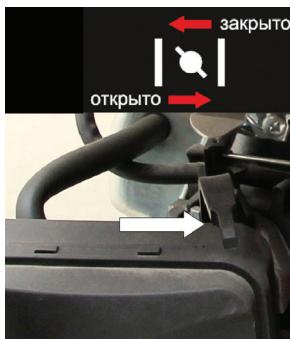

Рис. 15
5. После прогрева двигателя плавно переведите рычаг воздушной заслонки в положение «Открыто» (Рис. 15). При повторном пуске, когда двигатель прогрет, воздушную заслонку использовать не нужно.